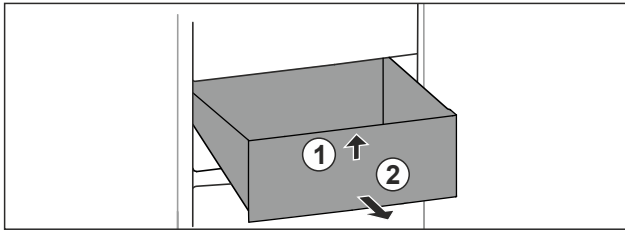

Fig. 93
- Tirer le tiroir jusqu'en butée. Fig. 93 (1).
- Soulever la partie avant du tiroir. Fig. 93 (2).
- Retirer le tiroir par l'avant. Fig. 93 (2)